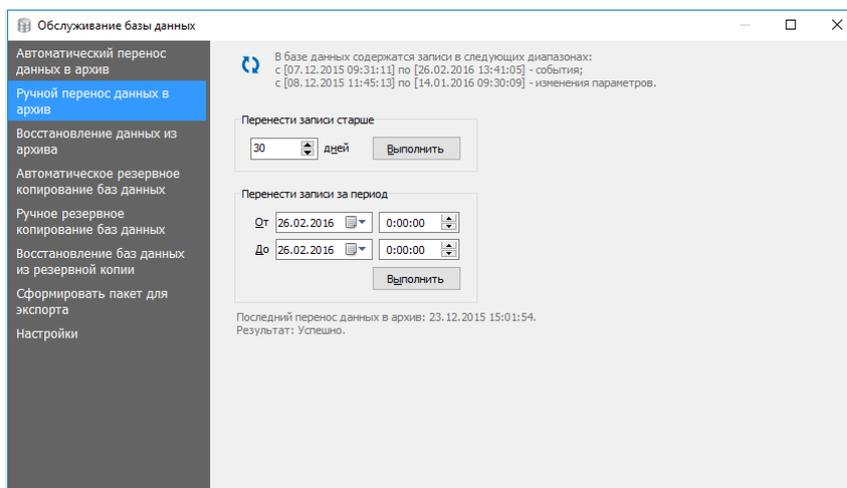

Рис. 5 Вкладка **Ручной перенос данных в архив**
1. Перейти на вкладку **Ручной перенос данных в архив** (Рис. 5);